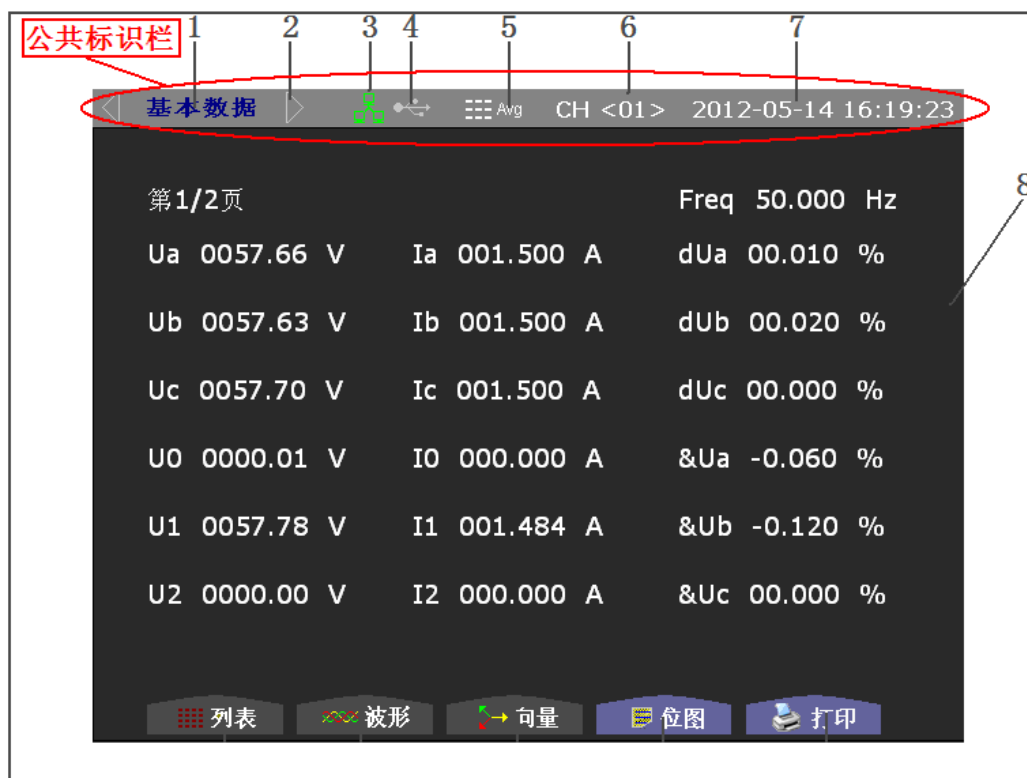

图 2 基本数据显示界面
2.1 将仪器安装到系统中，细检查并确认装置接线无误后，接通电源，装置面板上“电源”指示灯亮，随后开始启动，数秒钟后系统默认进入基本数据显示界面。如图 2 所示：
“1”——数据区显示内容名称栏。图 2 表示数据区内为“基本数据”。
“基本数据”显示界面，“基本数据”由两页组成，第 1 页如图 2 所示。